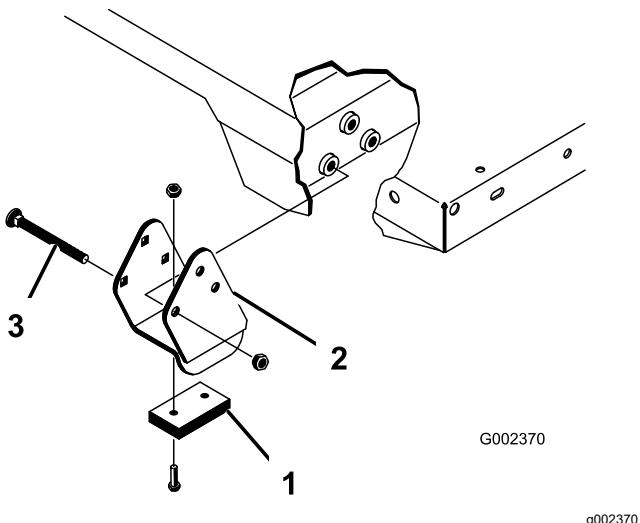

Figure 23
Les supports entretoises et les cales d'usure (Figure 23) doivent être montés avec les têtes des boulons à l'intérieur de la machine.
2. Placez le plateau sur le cadre de la machine avec précaution, en alignant les trous des plaques de pivot arrière sur ceux du profilé arrière du cadre, puis installez les 2 axes de chape et les goupilles à anneau (Figure 23).
4. Insérez l'axe de chape par l'extérieur du plateau en dirigeant la goupille à anneau vers l'extérieur (Figure 23).